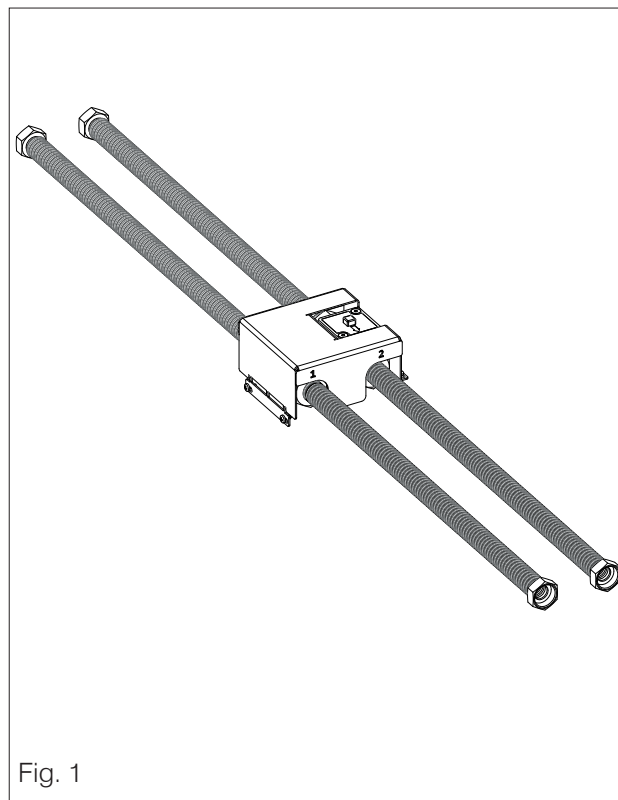

Fig. 1
- Il Kit Anticondensa assemblato (fig 1)